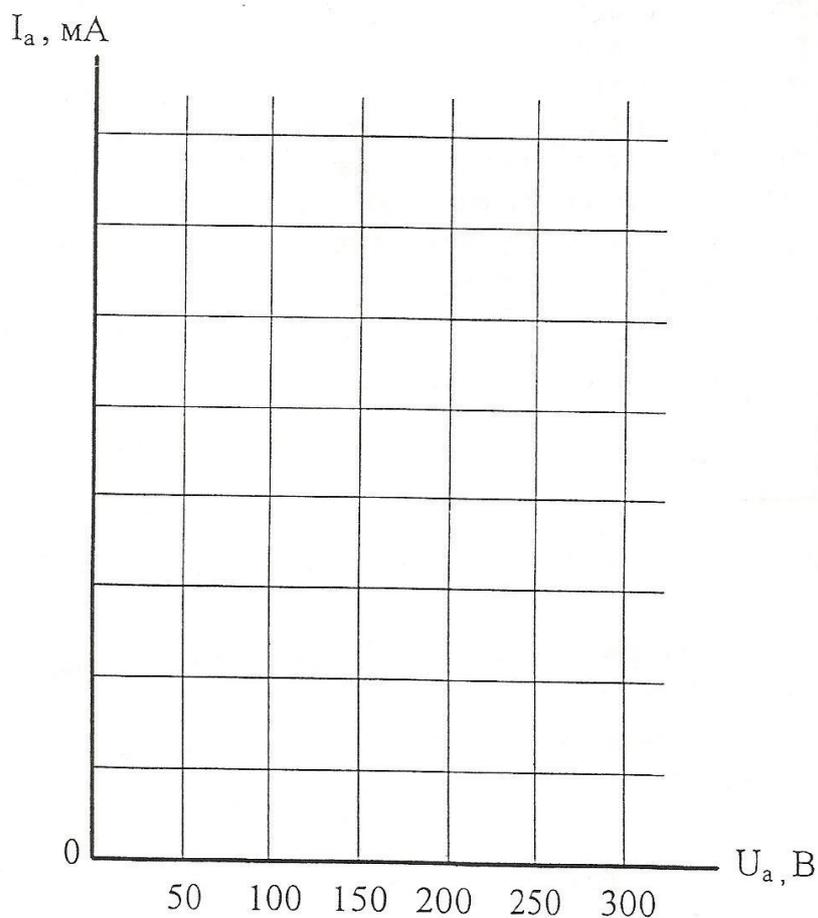

Рисунок 2.4.2. Вольтамперная характеристика тиристора
8. По данным таблиц 2.4.2 и 2.4.3, используя рисунок 2.4.2, построить вольтамперную характеристику тиристора.